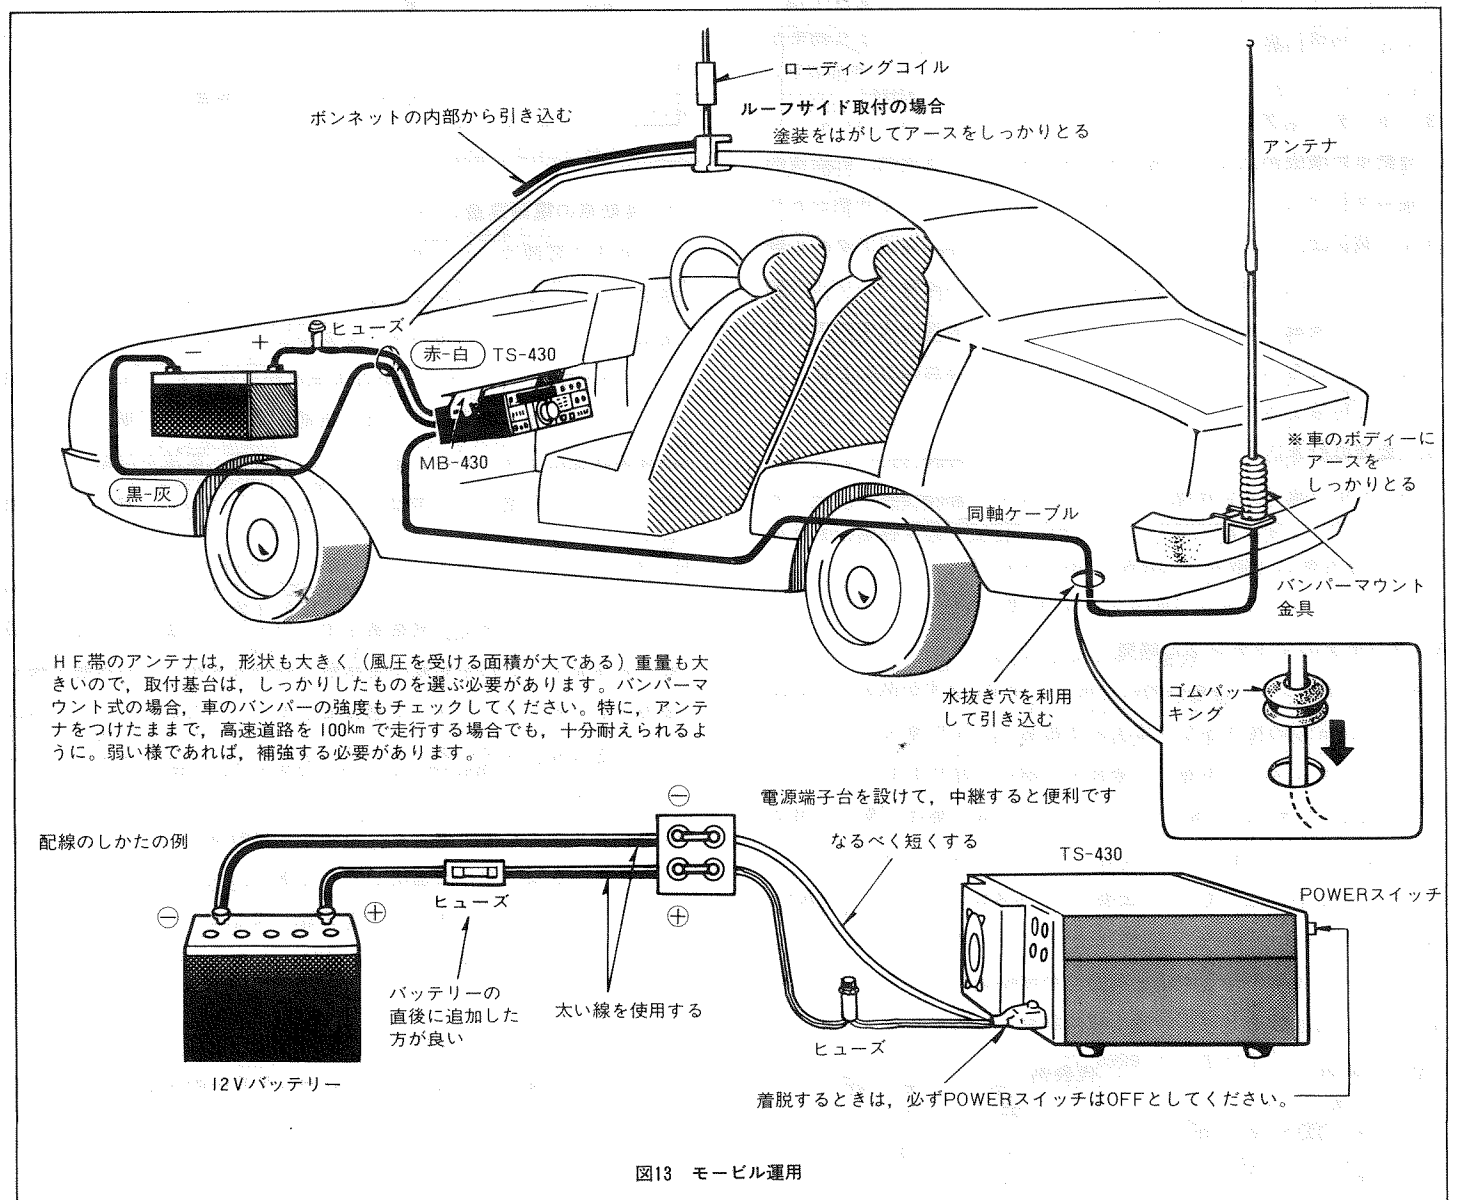

図13 モービル運用
オプションのモービルマウントMB-430を使用して、ダッシュボード下に、図13のように、しっかりと固定します。モービルマウントを使用せずに、車に搭載する場合は、急ブレーキや振動等で、セットが落下したり、車内の装備等を傷つけないように、金具やベルト等でしっかりと固定してください。
エンジンルームからの引込みは、図13のように、各種配線のバックキングを通して引き込みます。この場合、電源コードは、エンジンの点火プラグへ配線されている高圧コードの付近を避けてください。
HF帯のモービルアンテナは、VHFのアンテナと比較しても、その形状も大きく(風圧を受ける面積が大きい)、重量も大きいですから、取付基台は、しっかりした頑丈なものを選んでください。一般的には、図13のようなバンパーマウント方式のものが良いようです。モービル用のアンテナは、車のボディ全体が接地板となりますので、アンテナ基台のアース側は、ボディに完全に接地する必要があります。(図13参照)
(2) 同軸ケーブルの車内への引込み方(図13参照)